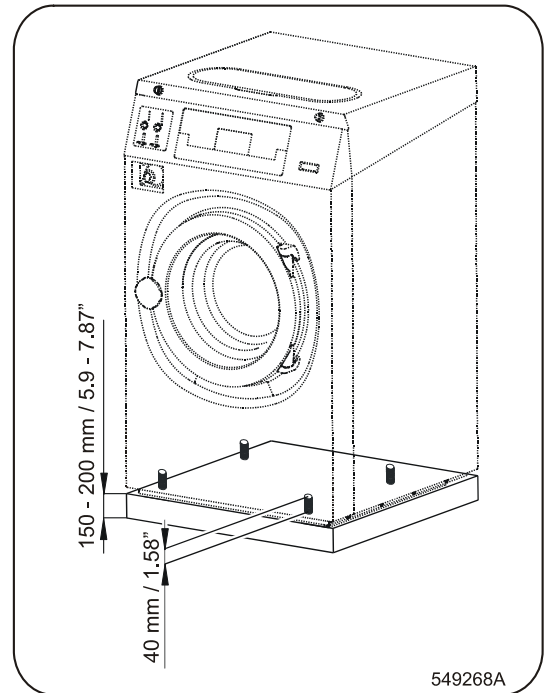

Fig. 11 Fast förankrade maskiner
- Denna metod skall tillämpas när det befintliga golvet är tunnare än 100mm / 3.94", eller bör lyfta maskin ovanför det befintliga golvet. Stativet kan vara hög 150-200 mm / 5.9-7.87", se fig. 11.